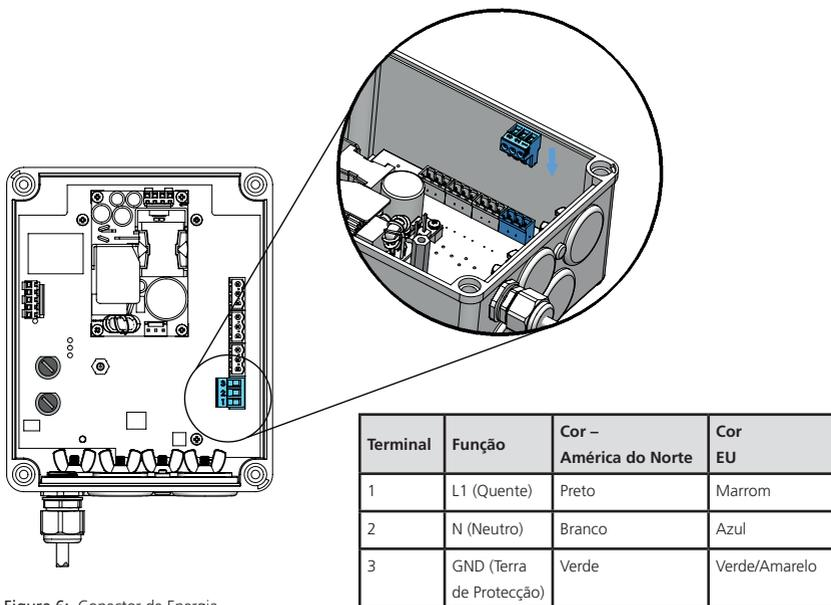

Figura 6: Conector de Energia
4. Conectar a energia CA no conector rotulado J1 (Veja a figura 6 para identificar o local do conector de energia). Os fios de energia CA e do terra de proteção devem ser de 12 a 18 AWG. Um interruptor de desconexão local ou disjuntor, o que cumprir com as normas elétricas locais, também é exigido na entrada CA, e deve estar localizado próximo ao PCM.
5. Conecte as saídas dos relés aos conectores marcados como J2, J3 e J4. Observe que são fornecidos Contatos Normalmente Abertos (NO) e Normalmente Fechados (NC). Veja a figura 6 para informações de conexão.